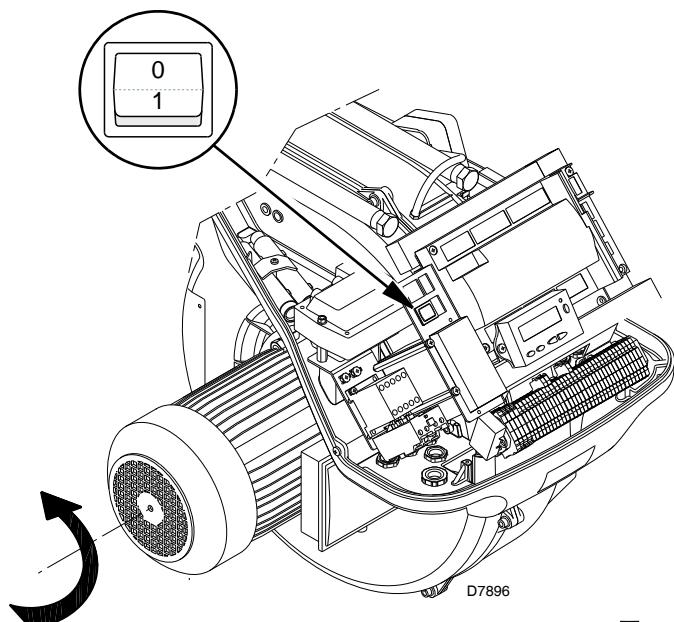

图 30
闭合温控器 / 压力开关，旋转开关图 30 至位置“1”。
燃烧器刚启动时，应到风机马达的冷却风扇前方检查确认其旋转方向为逆时针，见图 30。
- 将图 30 中的开关置于位置“0”，等待控制器运行“停机”程序；
燃烧器处于热需求等待模式，或选择器“0-1”(第 34 页图 30) 在位置“0”。